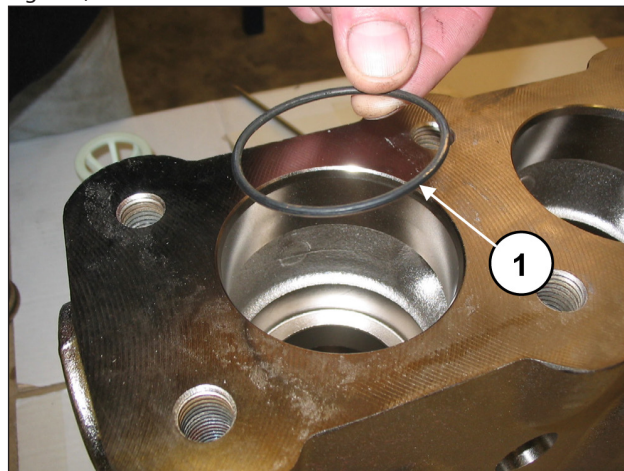

Fig. 120
Introducir la junta tórica, pos. dibujo desglosado 5 (pos. ①, Fig. 120).